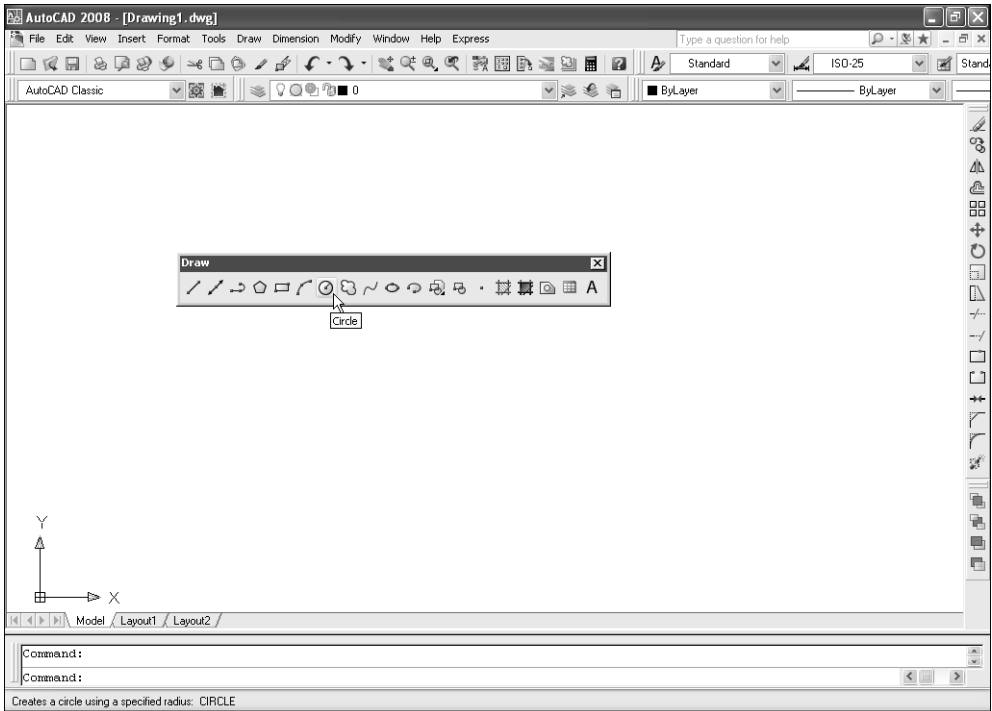

Рис. 1.7. Запуск инструмента **Circle** с помощью кнопки **Circle** панели инструментов **Draw**
2. Щелкните по кнопке  **Circle** (Круг) панели инструментов **Draw** (рис. 1.7).